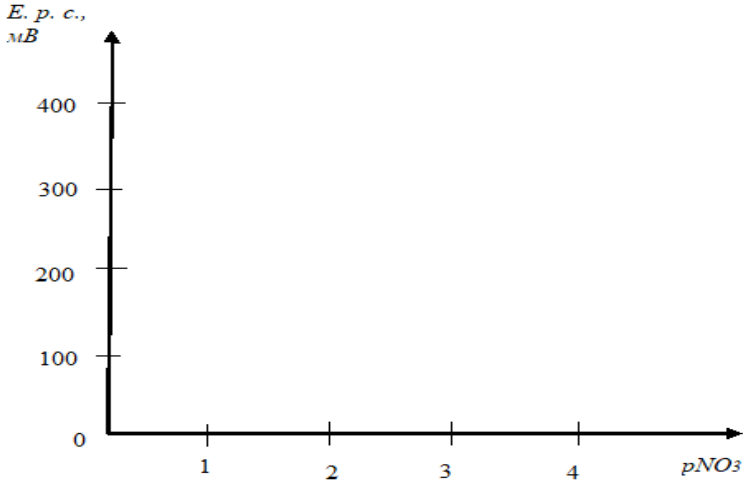

Рис.1. Калібрувальний графік
5. На основі таблиці 2 будуємо калібрувальний графік. На осі абсцис відкладаємо величини концентрацій стандартних розчинів у вигляді від'ємних десяткових логарифмів ($-1\lg 10^{-1}=1$, $-1\lg 10^{-2}=2$, $-1\lg 10^{-3}=3$, $-1\lg 10^{-4}=4$). На осі ординат – покази приладу в мілівольтах (ЕРС, мВ). Графік має вигляд прямої лінії (рис. 1).